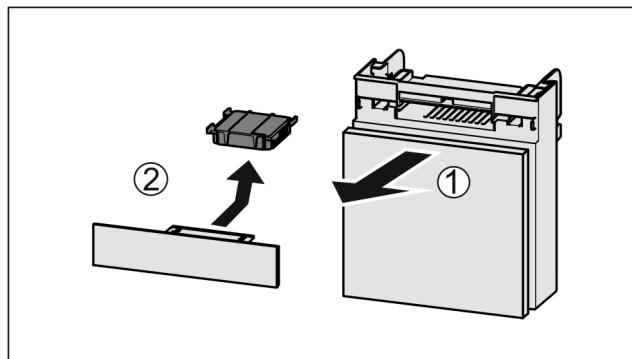

Fig. 177
- Fach nach vorne herausziehen Fig. 177 (1).
- Aktivkohlefilter entnehmen Fig. 177 (2).